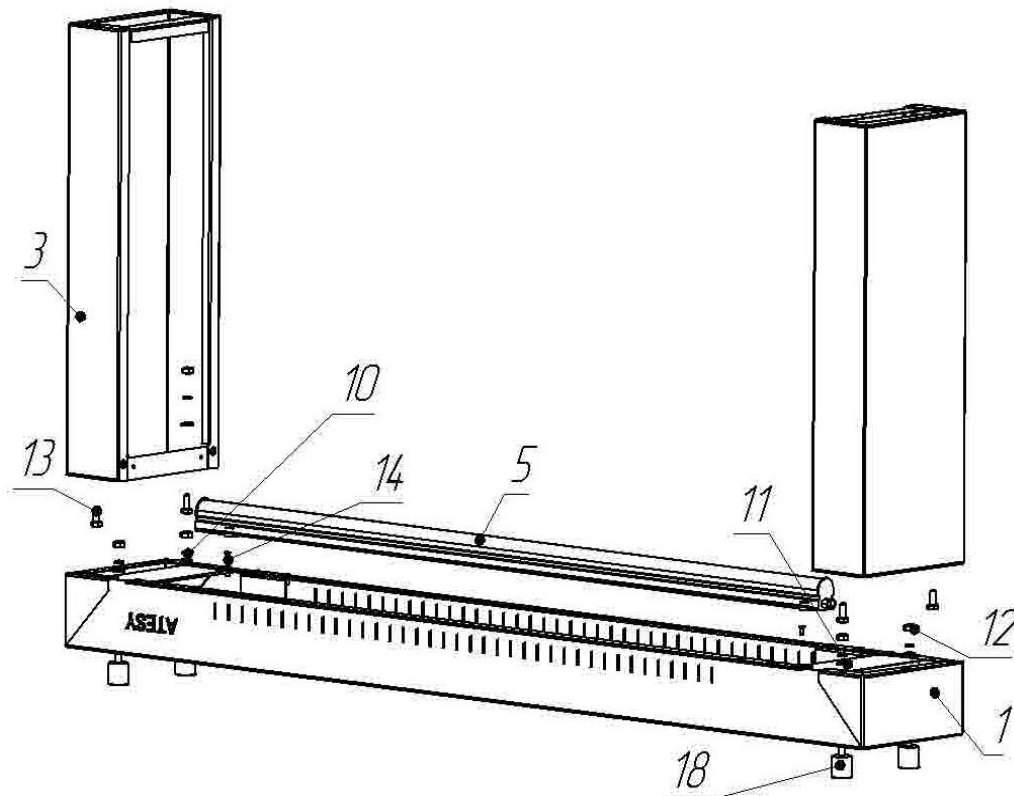
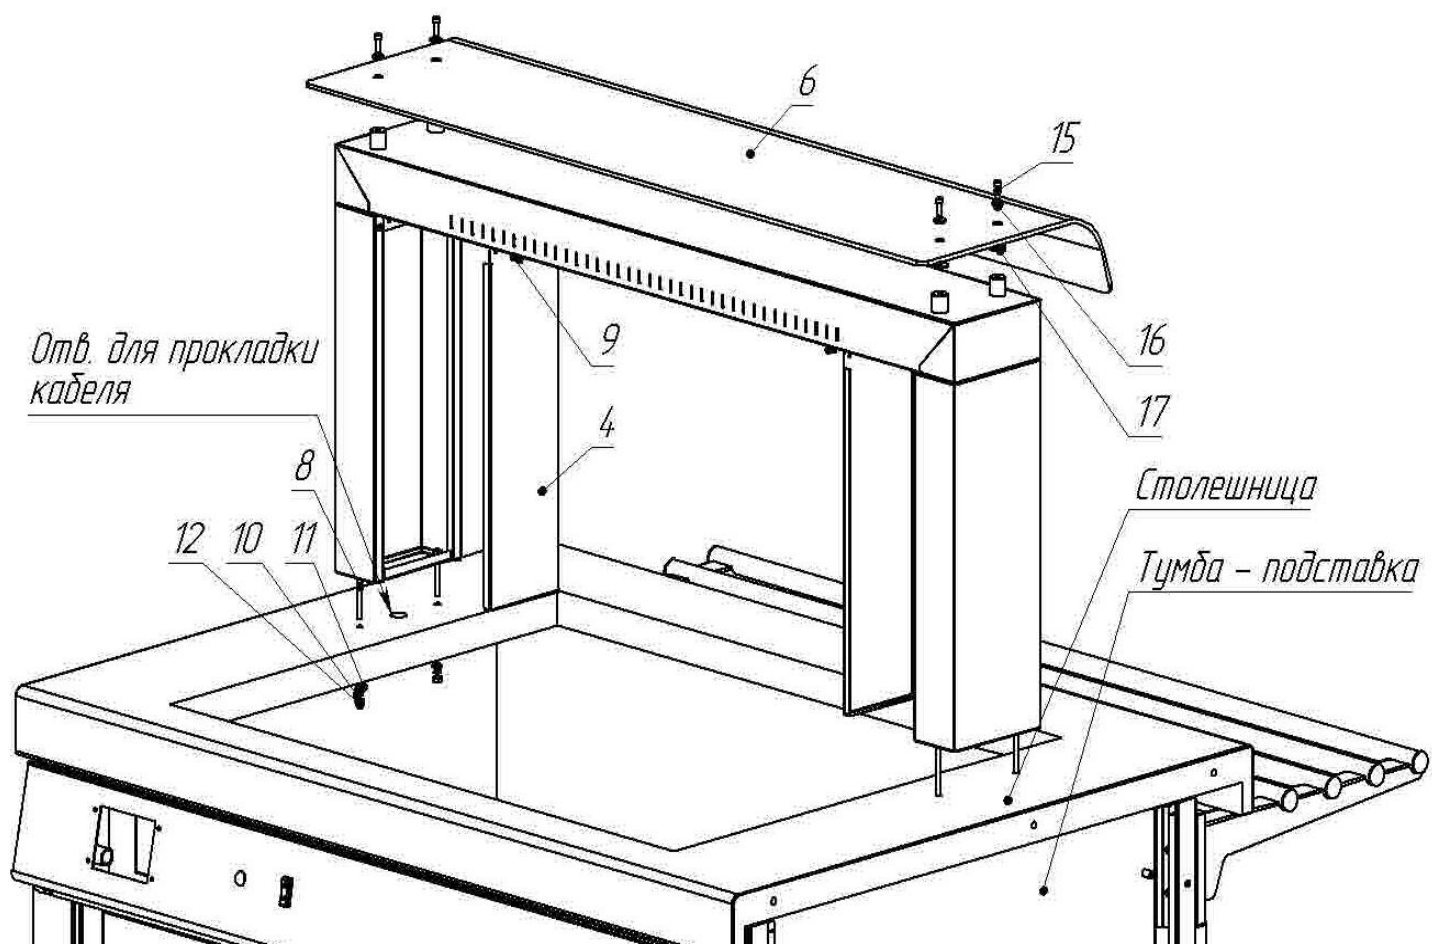
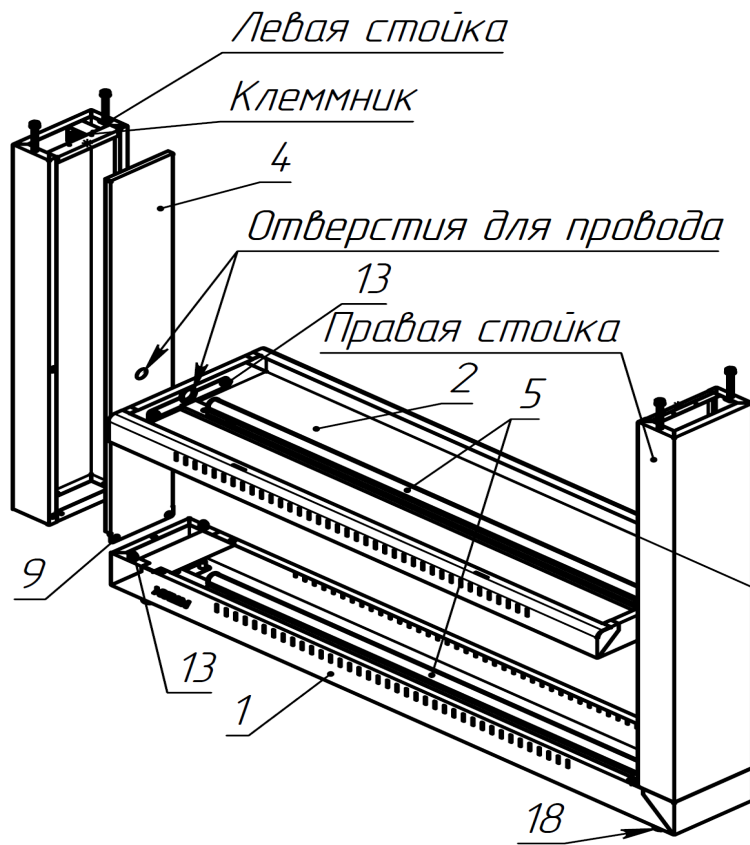

рис. 3.1
Рис. 3.2
Рис. 4.1
- Установить на полку поз. 1 проставки поз. 18 (см. рис. 3.1, и таблицу **приложение 2**).
- Установить на полку поз. 1 стойки поз. 3 при помощи крепёжных элементов поз. 10, 11, 12, 13 (см. рис. 3.1, и таблицу **приложение 2**);
- Установить на полку поз. 1 светильник поз. 5 винтами поз. 14 (см. рис. 3.1, и таблицу **приложение 2**);
- Установить полку на столешницу и закрепить её крепёжными элементами поз. 8, 10, 11, 12 (см. рис. 3.2, и таблицу **приложение 2**). Полку следует ориентировать так, чтобы тиснение надписи **ATESY** на ней было обращено в сторону направляющей (см. рис. 3.2);
- Установить стекло поз. 6, предварительно подложив под него прокладки поз.17. Закрепить стекло поз.6 винтом поз. 15 через втулку поз. 16 (см. рис. 3.2).
- Установить на стойки полки вставки поз. 4 и закрепить их винтами поз. 9 (см. рис. 3.2, и таблицу **приложение 2**).
- Установить на полки поз. 1 и поз. 2 светильники поз. 5 винтами поз. 14 (см. рис. 3.1, рис. 4.1 и таблицу **приложение 2**);
- Установить на полку поз. 1 правую стойку при помощи крепёжных элементов поз. 10, 11, 12, 13 (см. рис. 3.1, 4.1 и таблицу **приложение 2**);
- Установить на правую стойку вставку поз. 4 и закрепить её винтами поз. 9 (см. рис. 3.2, рис. 4.1 и таблицу **приложение 2**);
- Положить изделие на бок, прикрутить нижнюю полку поз.2 к **правой стойке** крепежом поз.10, 11, 13, (см. рис. 4.1 и таблицу **приложение 2**);
- Пропустить провода светильников через верх левой стойки и отверстия нижней полки, вставки поз. 4 и подключить их к клемнику. К нему же подключить жгут (провод) поз. 24 (см. рис. 4.1 и таблицу **приложение 2** )
- Левую стойку прикрутить к верхней полке. К стойке прикрутить вставку и нижнюю полку крепежом поз. 9, 10, 11, 12, 13.(см. рис. 4.1 и таблицу **приложение 2** );
- Установить верхнее стекло поз. 6, предварительно подложив под него прокладки поз.17. Закрепить стекло поз.6 винтами поз. 15 через втулки поз. 16 (см. рис. 3.2, 4.2 и таблицу **приложение 2**);